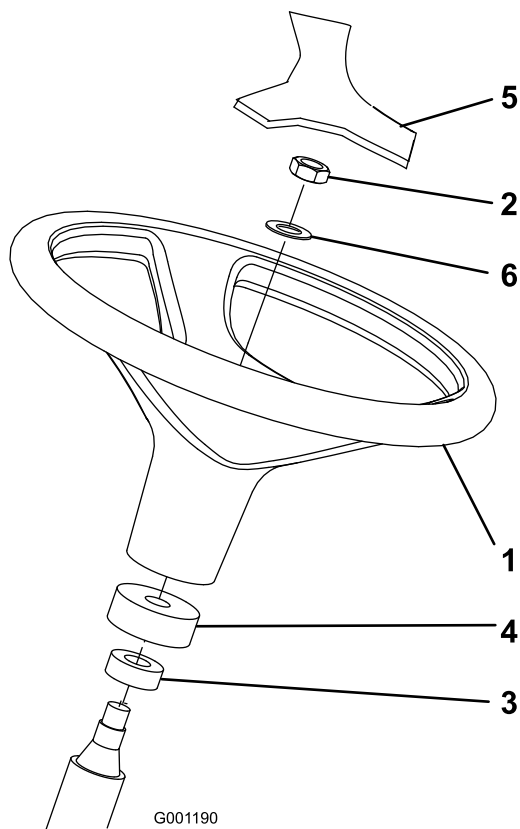

Bild 3
2. Entfernen Sie die Klemmmutter und Scheibe von der Lenkwelle. Stellen Sie sicher, dass die Lenkwelle einen Schaumkragen und eine Staubabdeckung hat (Bild 3).
3. Ziehen Sie das Lenkrad und die Scheibe auf die Lenkwelle auf (Bild 3).
5. Befestigen Sie die Abdeckung am Lenkrad (Bild 3).